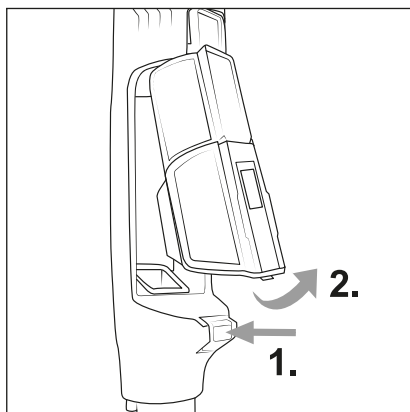

Abb. 14
- Leeren Sie den Staubbehälter (7) und reinigen Sie den Edelstahlfilter (6) und den HEPA-Filter (4) regelmäßig, um einen ordnungsgemäßen Betrieb des Gerätes zu gewährleisten und Ausfälle zu vermeiden.
- Wenn der HEPA-Filter (4) stark verschmutzt ist, schaltet sich das Gerät automatisch aus und die LEDs des Anzeigepanels (27) blinken zehnmal. Nach der Reinigung von HEPA-Filter (4) und HEPA-Filterbehälter (5) lässt sich das Gerät wieder einschalten.
- 9) Um den Staubbehälter (7) und den HEPA-Filterbehälter (5) vom Gerät zu entfernen, drücken Sie die Staubbehälter-Entriegelungstaste (25). Nehmen Sie zuerst den Staubbehälter (7) und dann den HEPA-Filterbehälter (5) aus dem Gerät (siehe Abb. 14).